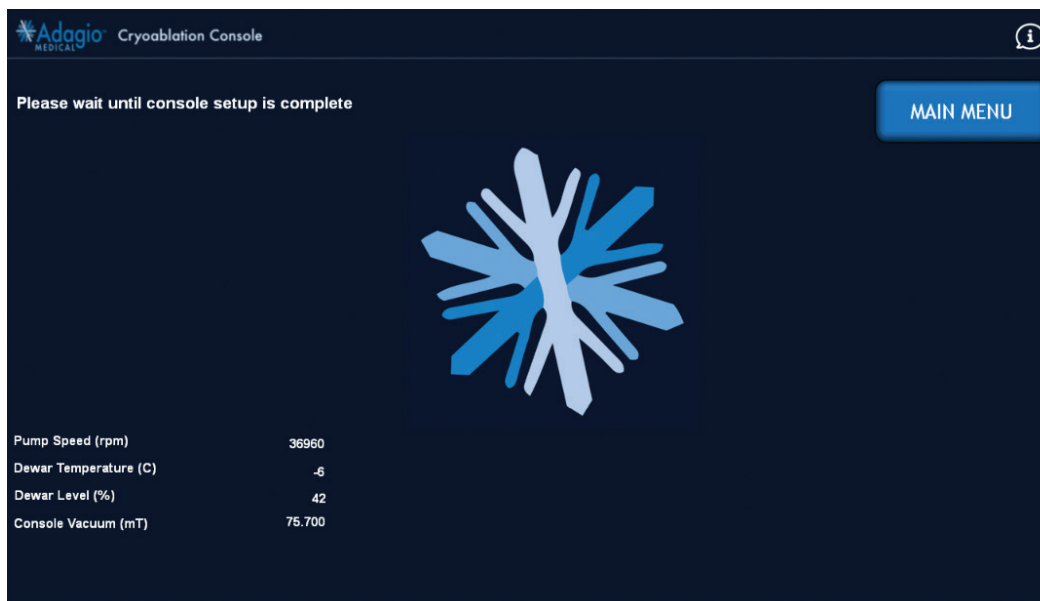

Abbildung 16 – Bildschirmanzeige: Test zur Konsolenvorbereitung
4. Die Konsole führt automatisch den (Vakuum-)Test zur Konsolenvorbereitung aus, wie in *Abbildung 16* gezeigt.